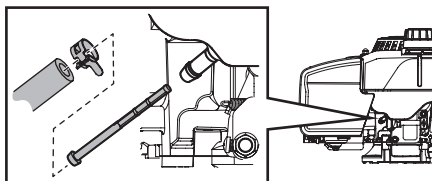

Figure 13
2. Enlevez le collier du conduit d'essence avant de détacher le conduit de la sortie (Figure 13).
4. Tenez le filtre neuf par l'épaulement et insérez-le complètement dans la sortie (Figure 13).